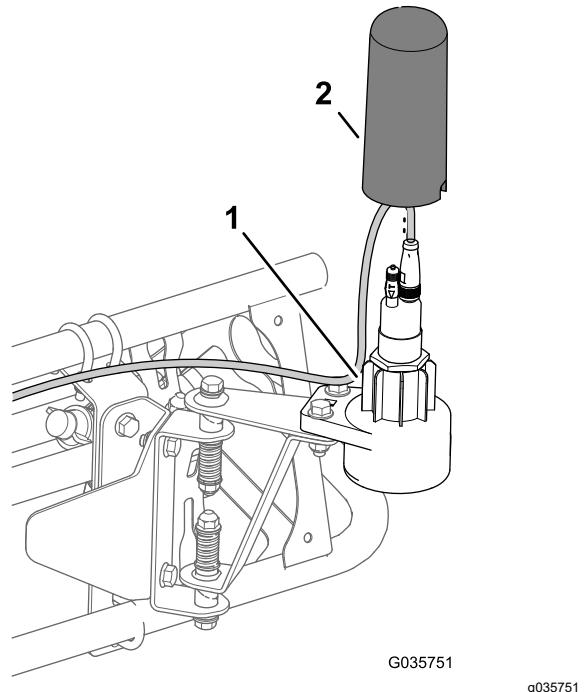

Figura 25
4. Installate il vano superiore sopra il sensore e sul vano inferiore (Figura 25).